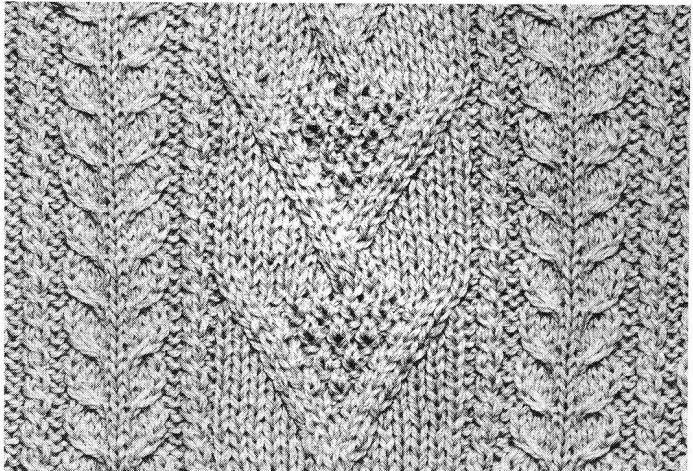

Fig. 10: Erhaltenes Gestrick
– Sobald der Musterschaffende mit dem gesuchten Aussehen zufrieden ist, bearbeitet der Rechner die so gesammelten Eingabeinformationen und bearbeitet das Maschenschema auf. Dieses erscheint auf dem Bildschirm oder wird auf dem Drucker ausgedruckt (siehe Fig. 10).